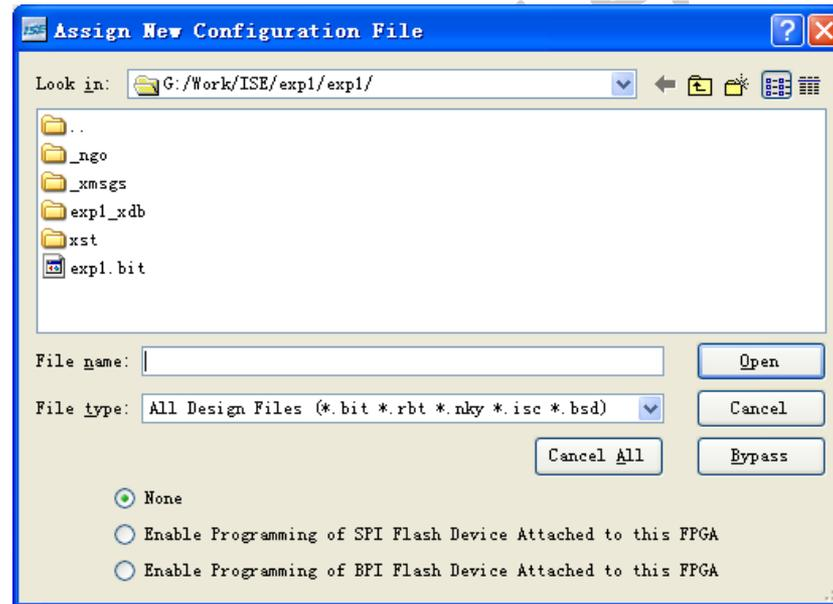

图35 选择位流文件
- JTAG链检测正确后，在FPGA芯片的图标上双击，或点击右键并在弹出的菜单中选择“Assign New Configuration File”，会弹出图35的窗口，让用户选择后缀为.bit的二进制比特流文件。